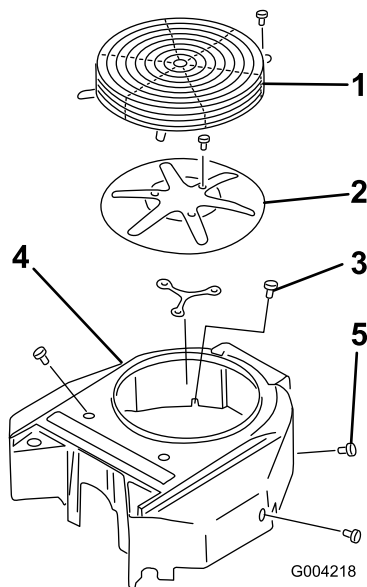

Figure 66
Avant chaque utilisation, enlevez l'herbe, les saletés et autres débris éventuellement accumulés sur la grille du moteur. Cela permet d'assurer un refroidissement et un régime moteur correct, et réduit les risques de surchauffe et de dégâts mécaniques du moteur (Figure 66).
3. Retirez la grille d'entrée d'air, le lanceur et le boîtier du ventilateur (Figure 66).
5. Remettez la grille d'entrée d'air, le lanceur et le boîtier du ventilateur (Figure 66).